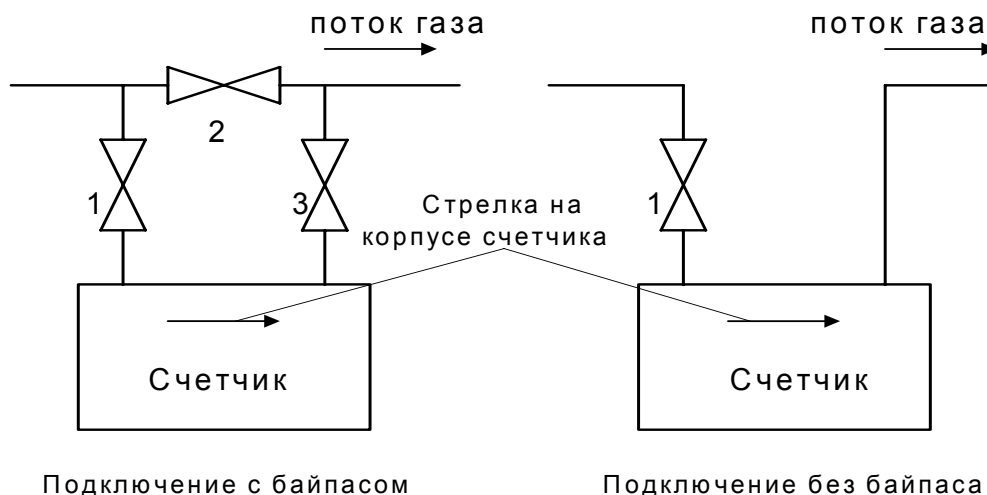

Рис.1 Установка счетчика
- 4.4.3. Возможно два варианта подключения счетчика (см. рис.1):
- 7.1. До начала пуска счетчика все вентили на трубопроводе (рис.1) должны быть закрыты. При всех вариантах и на всех стадиях пуска расход газа, проходящего через счетчик, ни в коем случае не должен превышать значение максимального расхода (Q_{max}), указанного на панели отсчетного устройства.
- 7.2. Пуск счетчика без байпаса (рис.1)
- 7.3. Пуск счетчика с байпасом (рис.1)